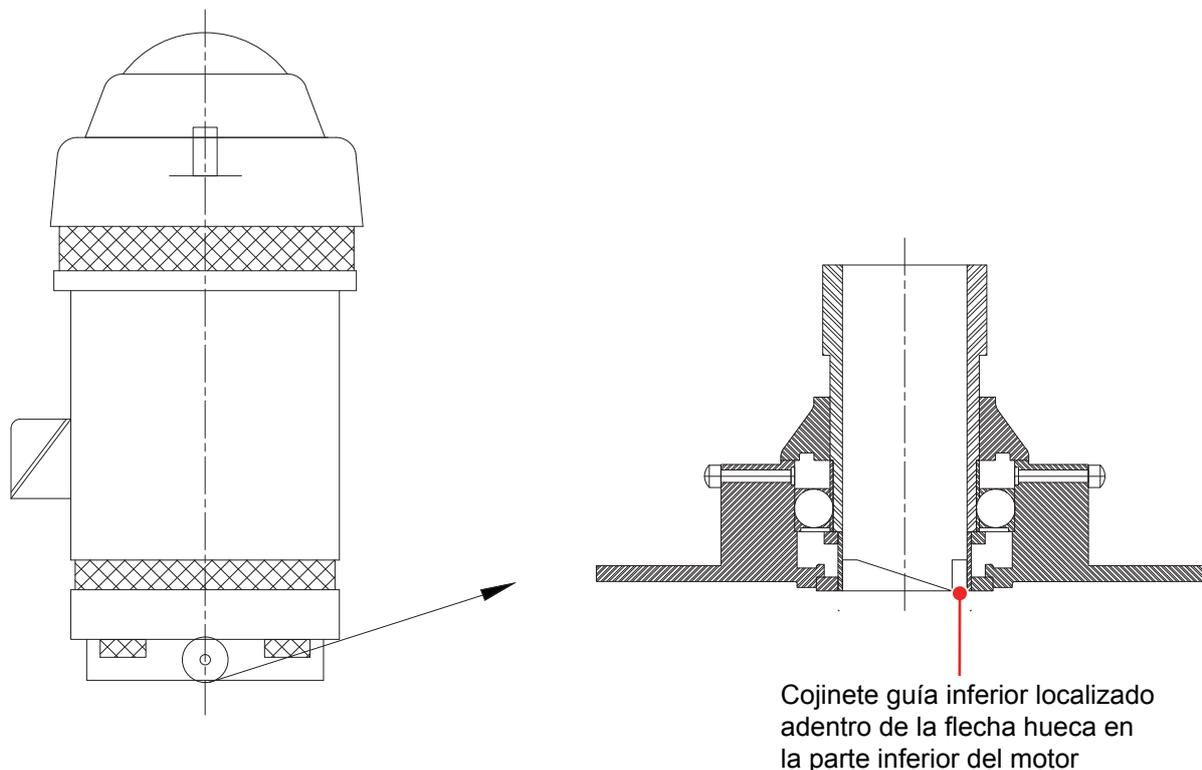

Figura 5-3: Ubicación del buje guía del motor
4. Algunos motores eléctricos son suministrados con un buje guía inferior instalado en el fondo del motor para estabilizar la flecha en este punto (también llamado buje estacionario) Algunos fabricantes de motores montan este buje guía antes de enviarlos, mientras que otros envían el buje guía por separado con las instrucciones para su montaje en campo. De ser aplicable, monte el buje guía en el motor (consulte Figura 5-3 en la página 25).